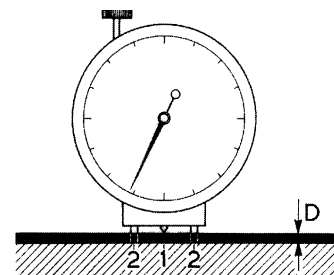

Fig. 4
Mesure de la différence de hauteur (D) entre la surface du revêtement frais et le support à l'aide du palpeur réglable (1) d'une jauge dont les deux tenons (2) traversant le film frais reposent sur le support (fig. 4)